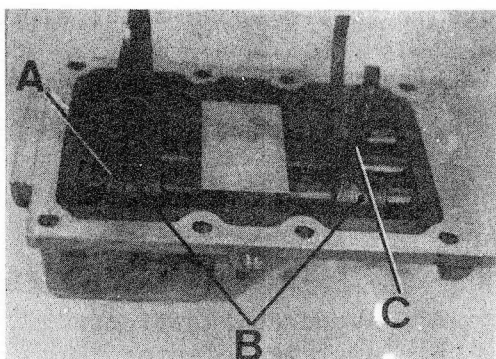

Fig. C1-69 Desmontaje ejes selectores
- 1.4. Desmontar los pasadores elásticos, B (Fig. C1-69) que fijan la caja de 1a y 2a velocidad, A, y la horquilla selectora de 1a y 2a velocidad, C, al eje selector.